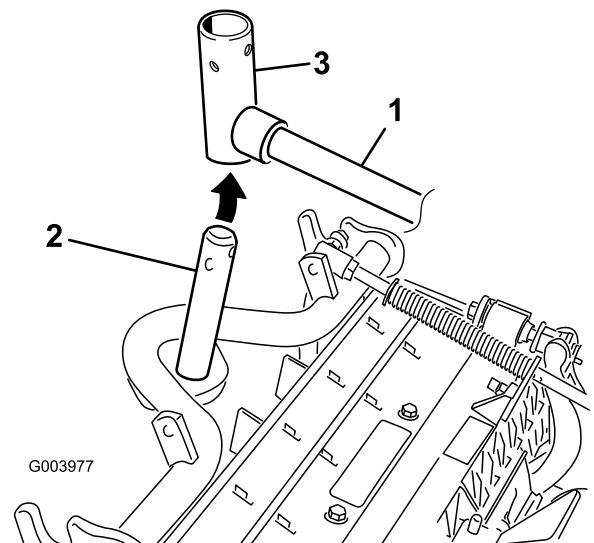

図 11
8. フロントに取り付けるカッティングユニットは、昇降アームの下に入るときにキャリアフレームのシャフトを昇降アームのピボットヨークに挿入する 図 11。
- B. 昇降アームのヨークをキャリアフレームのシャフトに通す 図 11。